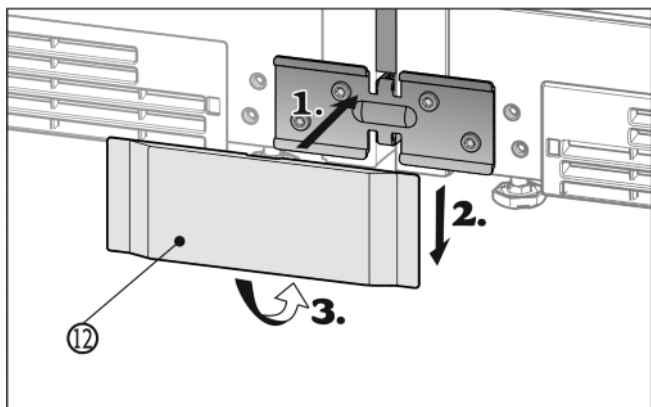

Fig. 16
- ▶ Coloque la cubierta Fig. 16 (12) inferior desde la parte delantera sobre la escuadra (1), deslícela hacia abajo (2) y encájela en la parte inferior (3).